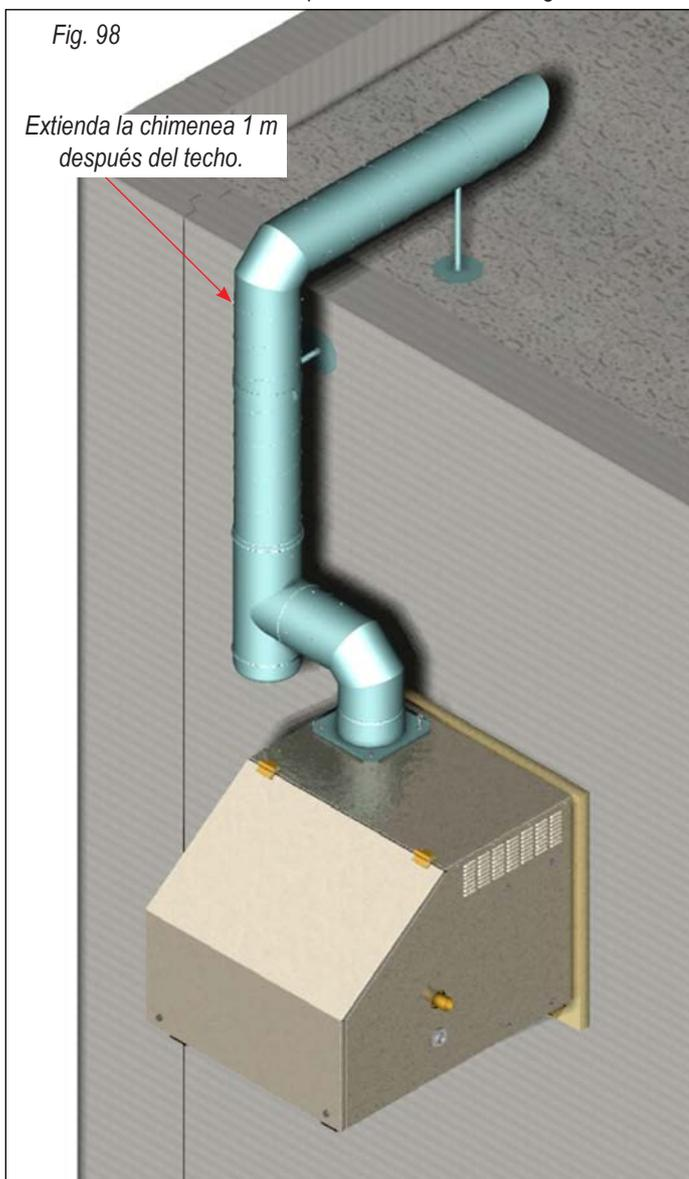

Fig. 98
En las fig. 98 y 99 se representa la realización del conducto de descarga gases quemados para los generadores modelo GSR 200.1 - GSR200.2 - GSR 300.1 instalados en la pared con dispositivo recoge condensación. Las piezas de **tubo chimenea (5)** deben **cortarse al momento**. En la fig. 99 se representa el esquema de ensamble de los diferentes componentes descritos a continuación: **1** Terminal descarga; **2** Curva; **3** Collar de sostén; **4** Pie sujeta collar; **5** Tubo chimenea; **6** Empalme; **7** Recoge condensación; **8** Conexión conducto descarga gases quemados generador.